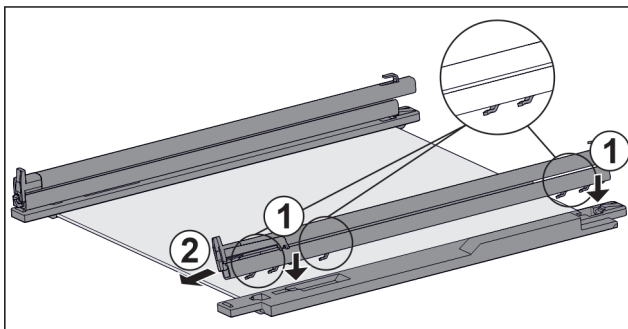

Fig. 138 Glasplatte mit Schienen und Halteteilen
- Haken der Schiene auf die Öffnungen des **linken** Halteteils setzen. Fig. 138 (1)
- Schiene nach vorne ziehen. Fig. 138 (2)
- Haken der Schiene auf die Öffnungen des **rechten** Halteteils setzen. Fig. 138 (1)